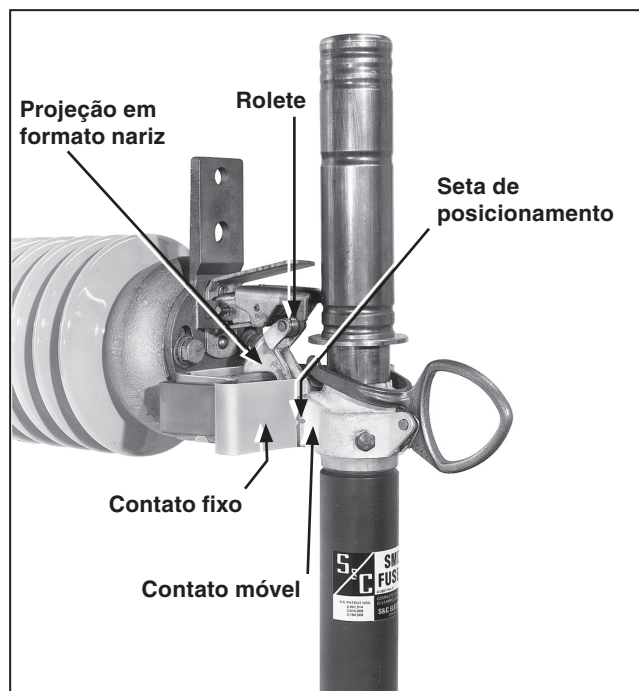

Figura 5. Ajuste do conjunto de engate e contato superior.
PASSO 5. Uma camada de Lubrificante de Contatos NO-OX-ID® “A” (fornecido pela Sanchem, Inc.), foi aplicada em fábrica às superfícies dos contatos do conjunto de engate e contato superior e do conjunto da dobradiça e contato inferior. A localização relativa destas superfícies no conjunto de engate e contato superior é mostrada na Figura 5 na página 13. Confira a presença desta graxa inibidora de
PASSO 2. *Estilos Vertical e Invertido:* Afrouxe os parafusos que prendem o conjunto da dobradiça e contato inferior ao isolador. Leve o conjunto de unidade fusível até a posição **Fechada**, sem fazer o engate na trava. A projeção em formato nariz no conjunto de terminação superior deve fazer contato com o rolete no conjunto de engate e contato superior, aproximadamente no centro. Ver Figura 5. Faça quaisquer ajustes necessários pelo giro do conjunto da dobradiça e contato inferior em seu eixo usando o conjunto de unidade fusível como alavanca. Em seguida, aperte de forma segura os parafusos do conjunto da dobradiça e contato inferior.
Estilos Vertical-Offset, Horizontal e Ângulo Reto: Afrouxe os parafusos que prendem a peça fundida da dobradiça à parte soldada do suporte. Leve o conjunto de unidade fusível para a direção da posição **Fechada**, sem fazer o engate na trava. A projeção em formato nariz no conjunto de terminação superior deve fazer contato com o rolete na trava fundida, aproximadamente no centro. Ver Figura 5. Faça quaisquer ajustes necessários pelo giro da parte fundida da dobradiça em seu eixo usando o conjunto de unidade fusível como alavanca. Em seguida, aperte de forma segura os parafusos da parte fundida da dobradiça.
PASSO 3. *Estilos Vertical e Invertido:* Leve o conjunto de unidade fusível em direção à posição **Fechada** e confira se os contatos móveis fazem um encaixe preciso com os contatos fixos. Ver Figura 5. Se necessário, afrouxe os parafusos que prendem o conjunto de engate e contato superior ao isolador e gire o conjunto de engate e contato superior até que seja obtido o encaixe correto dos contatos. Dê aperto nos parafusos de forma suficiente para travar o ajuste. Quando este ajuste for realizado corretamente, os contatos móveis do conjunto de unidade fusível devem fazer um encaixe preciso com as superfícies dos contatos fixos quando o conjunto de unidade fusível atingir a posição **Fechada**.
Estilos Vertical-Offset, Horizontal e Ângulo Reto: Leve o conjunto de unidade fusível em direção à posição **Fechada** e confira se os contatos móveis fazem um encaixe preciso com os contatos fixos. Ver Figura 5 na página 13. Se necessário, afrouxe os parafusos que prendem a parte fundida da trava à parte soldada do suporte e gire a parte fundida da trava até que seja obtido o encaixe correto dos contatos. Dê aperto nos parafusos de forma suficiente para travar o ajuste. Quando este ajuste for realizado corretamente, os contatos móveis do conjunto de unidade fusível devem fazer um encaixe preciso com as superfícies dos contatos fixos quando o conjunto de unidade fusível estiver na posição **Fechada**.